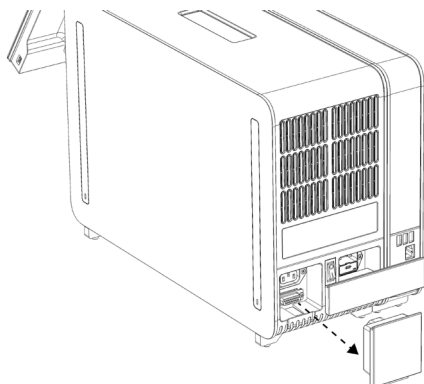

Figure 12. Retrait du pont de fin.
- 1d. Retirez le pont de fin de l'arrière du module analytique (figure 12, en page suivante).